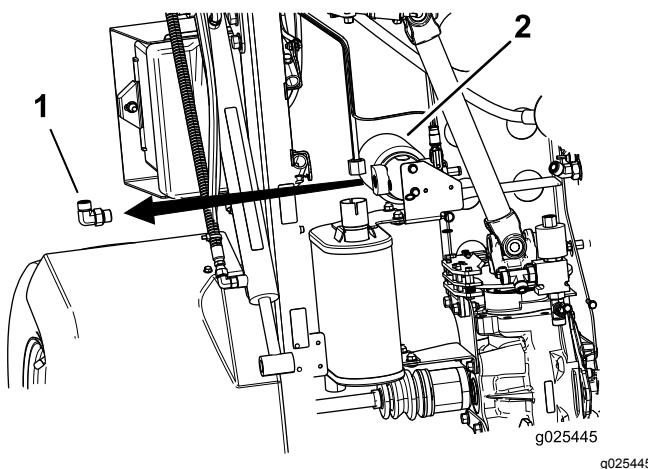

Bild 14
1. Entfernen Sie das vorhandene 90-Grad-Anschlussstück am Hydraulikflüssigkeitsfilter (Bild 14).